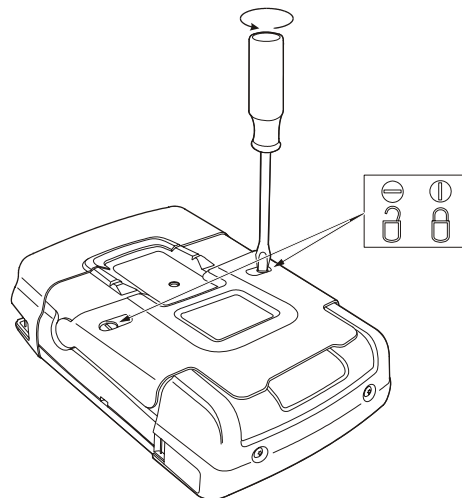

Figura 4-3. Desbloqueo de la tapa de la batería
- Desbloquee la tapa de la batería de la parte trasera del analizador (gire los tornillos un cuarto de vuelta en el sentido contrario a las agujas del reloj como se muestra en la figura 4-3).